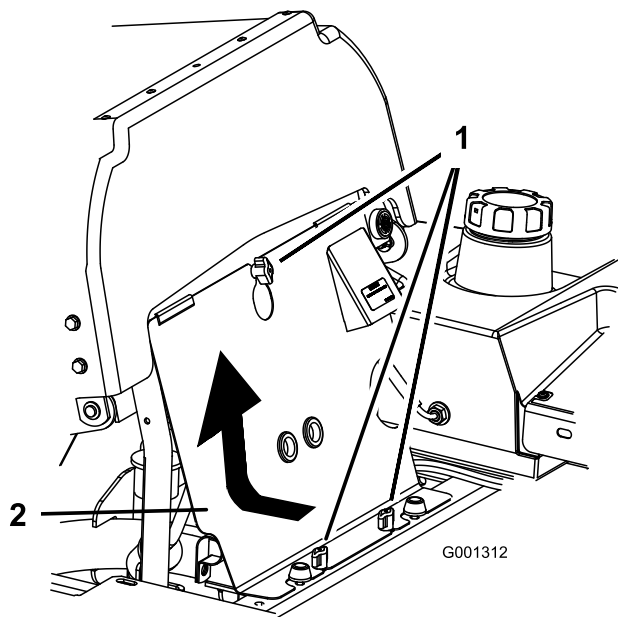

Figure 68
3. Desserrez les boutons du panneau du moteur et déposez le panneau (Figure 68).